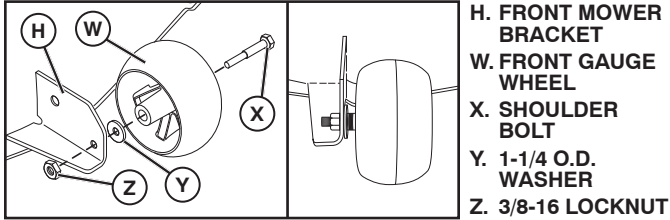

Fig. 22
## 2. ASSEMBLE FRONT GAUGE WHEEL (W) TO FRONT OF MOWER (See Fig. 22)